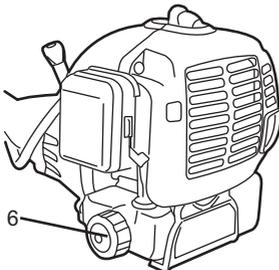

Fig.5b
- > Dévissez le bouchon du réservoir de carburant (6), puis ôtez-le. (fig. 5b).
- > Essuyez les éventuelles coulures de carburant avec un chiffon et remettez en place le bouchon du réservoir (6). Vissez bien le bouchon (fig. 5b).